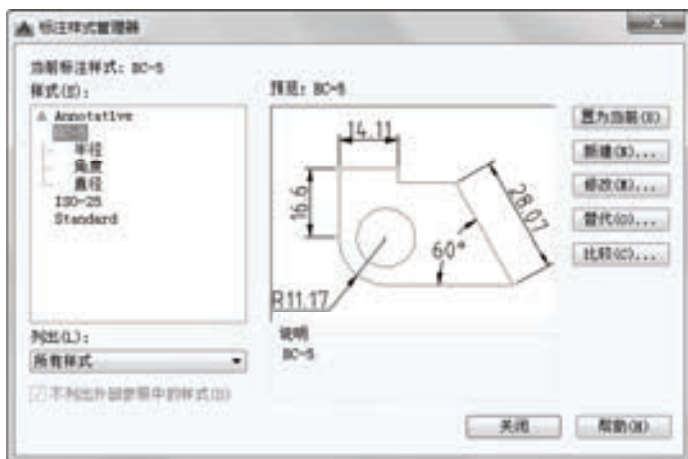

图 8-4 “标注样式管理器”对话框
4) 定制符合机械制图国家标准的标注样式。在“格式”菜单中选择“标注样式”命令，或者在功能区“默认”选项卡的“注释”溢出面板中单击“标注样式”按钮 ，打开“标注样式管理器”对话框。利用该对话框创建一个符合机械制图国家标准的标注样式，该标注样式在本例中被命名为“BC-5”，该标注样式需要应用“BC-5”的文字样式，注意在“BC-5”标注样式下还创建了“半径”子样式、“角度”子样式和“直径”子样式，如图 8-4 所示。